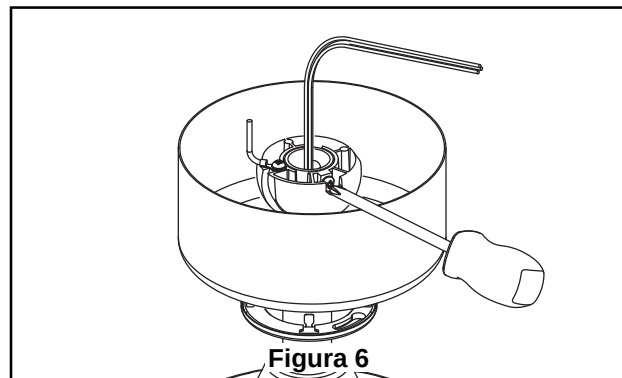

Figura 6
- ☐ 7. Vuelva a colocar la semiesfera en el barral como se indica a continuación. Pase los tres cables de 2.03 m (80") a través de la semiesfera. Pase el pasador a través de los dos orificios en el barral y alinee la semiesfera de modo que el pasador quede atrapado en la ranura de la parte superior de la misma. Empuje la semiesfera hacia arriba, bien ajustada contra el pasador. Ajuste firmemente el tornillo de fijación en la semiesfera. Si el tornillo de fijación está flojo, podría provocar oscilación del ventilador. (Figura 6)